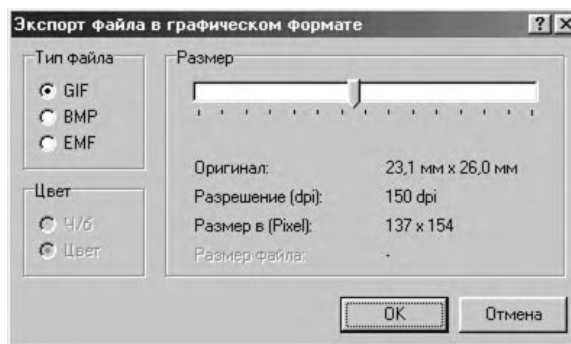

рис. 13
1. **Экспорт в файл *.EMF.** Чертеж может быть сохранен в графическом векторном формате с расширением *.EMF. Экспорт выбирается в меню "Файл" (рис. 13). Этот формат позволяет получить высокое качество, многие графические приложения поддерживают импорт *.EMF и могут его конвертировать в другие форматы. При сохранении будет вызван диалог, позволяющий выбрать имя файла и директорию назначения. Параметры файла устанавливаются автоматически.